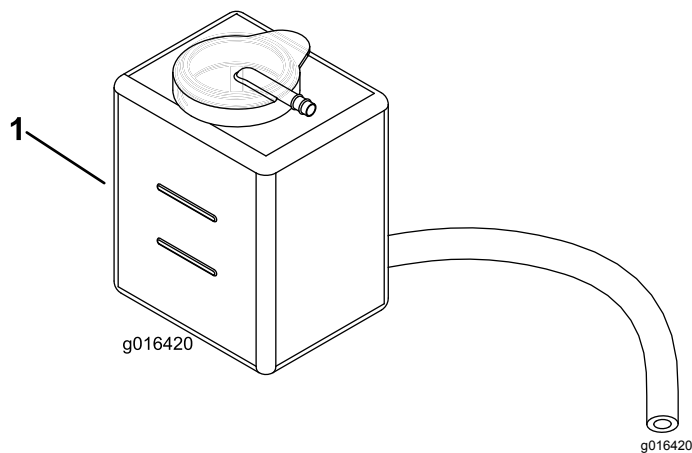

Figura 25
2. Compruebe el nivel de refrigerante (Figura 25). Con el motor frío, el nivel del refrigerante debe estar entre las rayas del depósito de reserva.